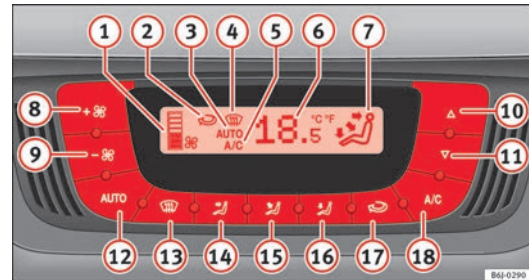

Abb. 95 In der Instrumententafel: Bedienelemente Climatronic
- Drücken Sie die Tasten  und  ⇒ Abb. 95, um die Temperatur einzustellen.
- ④ Defrost-Anzeige
- ⑤ Anzeige AC (Klimaanlage ist eingeschaltet)
- ⑥ Anzeige der gewählten Innenraumtemperatur
- ⑦ Anzeige der Luftstromrichtung
- ⑧ Erhöhung der Gebläseleistung
- ⑨ Verringerung der Gebläseleistung
- Drücken Sie die Taste . Die Anzeige \Rightarrow Abb. 95  erscheint.
- Drücken Sie die Tasten  und  \Rightarrow Abb. 95, um die im Fahrzeuginnenraum gewünschte Temperatur einzustellen. Es wird empfohlen, eine Temperatur von 22°C (72°F) einzustellen.
- Drücken Sie eine der Tasten ⇒ Abb. 95 (14) bis (16) oder drücken Sie den Gebläseregler (8) und (9). Die Anzeige (3) erlischt.
Das Gebläse kann mit den Tasten (8) und (9) eingestellt werden ⇒ Abb. 95. Ist das Gebläse ausgeschaltet (am Display wird keine Gebläsestufe (1) angezeigt) und wird die Taste (9) innerhalb von 1 Sekunde erneut gedrückt, wird die Climatronic ausgeschaltet.
- Drücken Sie die Taste (3), um den Umluftbetrieb ein- oder auszuschalten. Der Umluftbetrieb ist eingeschaltet, wenn das Symbol (4) ⇒ Abb. 95 im Display angezeigt wird.